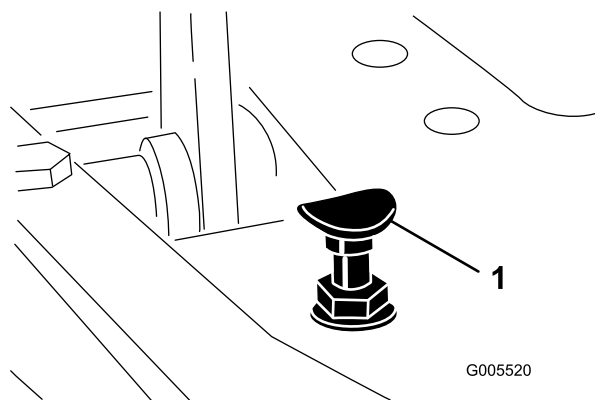

Figura 42
Pentru a obține viteza maximă de transport, deplasați maneta de control al funcționării în poziția TRANSPORT și apăsați pedala de traciune. Dacă pedala intră în contact cu opritorul (Figura 42) înainte de a simți tensionare în cablu, efectuați următoarea procedură de reglare:
1. Deplasați maneta de control al funcționării în poziția TRANSPORT și slăbiți contrapiulița care fixează opritorul pedalei la placa de podea (Figura 42).